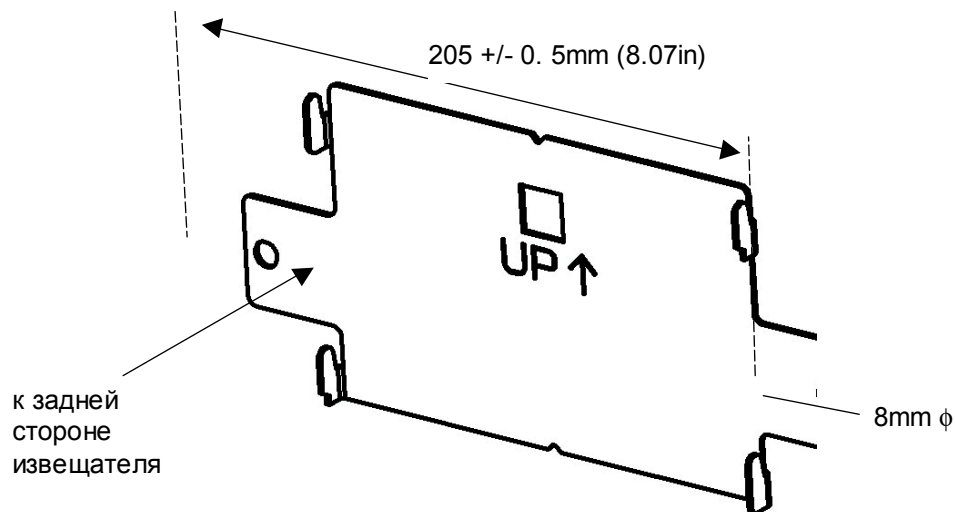

Рис.5 Габариты и положение монтажной опоры и крепёжных отверстий.
- а) Поместите монтажную опору на место установки и наметьте отверстия для двух крепёжных винтов. Для определения габаритов См. Рис. 5. Пользуйтесь уровнем для правильной установки опоры.